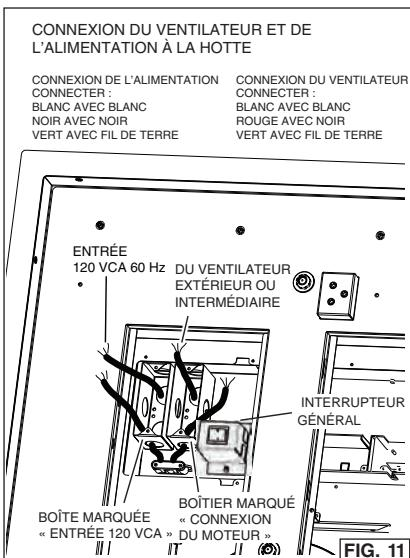

FIG. 11
- Dans le boîtier électrique marqué « CONNEXION DU MOTEUR », enlevez les deux (2) vis qui retiennent le couvercle au boîtier métallique de câblage. Fig. 11.
- Dans la boîte électrique marquée « ENTRÉE 120 VCA », enlevez les deux (2) vis qui retiennent le couvercle à la boîte métallique de câblage. Fig. 11.
- Replacez le panneau d'accès du compartiment électrique et les quatre (4) vis.